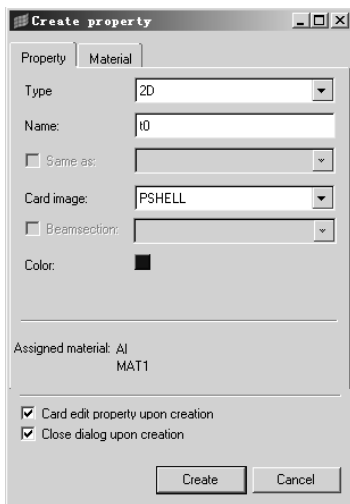

图 7-44 创建属性
(2) HyperMesh 向用户提供了针对中面结构自动提取原有几何模型厚度，并赋予各个单元属性的功能。为了实现该功能，首先需要创建名为 t_0 的 **Property**，其单元类型为 **PSHELL**，如图 7-44 所示。